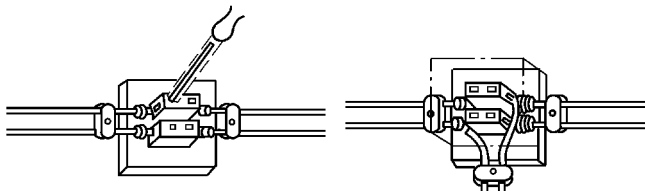

图 8-19 单股铝芯线螺钉压接法连接
① 单股铝芯线一般采用螺钉压接法连接，如图 8-19 所示。